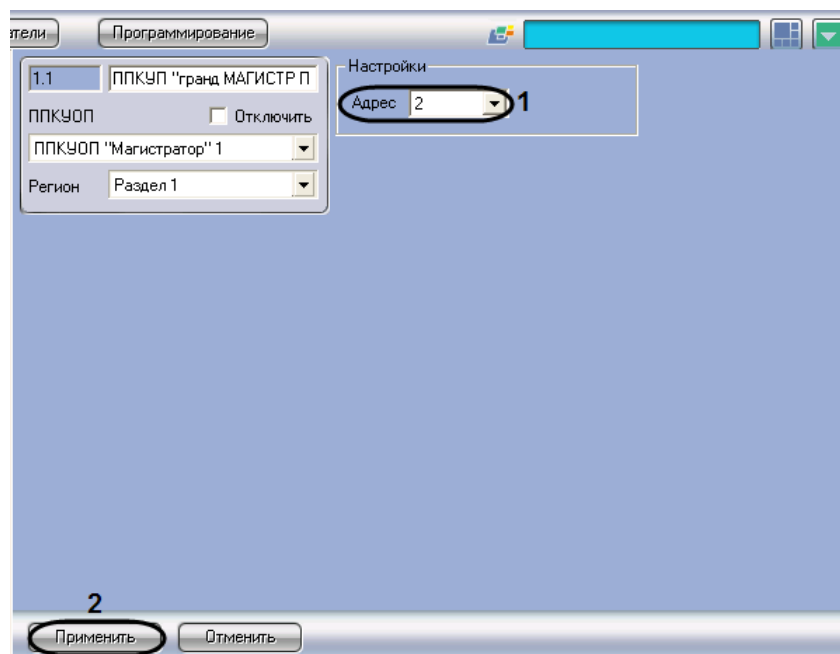

Рис. 3.7-2 Настройка прибора Гранд МАГИСТР ПУ
1. Перейти на панель настройки объекта **ППКУП "Гранд МАГИСТР ПУ"** (см. Рис. 3.7-2).
2. Из раскрывающегося списка **Адрес** выбрать адрес прибора *Гранд МАГИСТР ПУ* в системе *Магистратор* (см. Рис. 3.7-2, **1**).
3. Для сохранения внесенных изменений в базе данных ПК *ACFA Intellect* нажать кнопку **Применить** (см. Рис. 3.7-2, **2**).